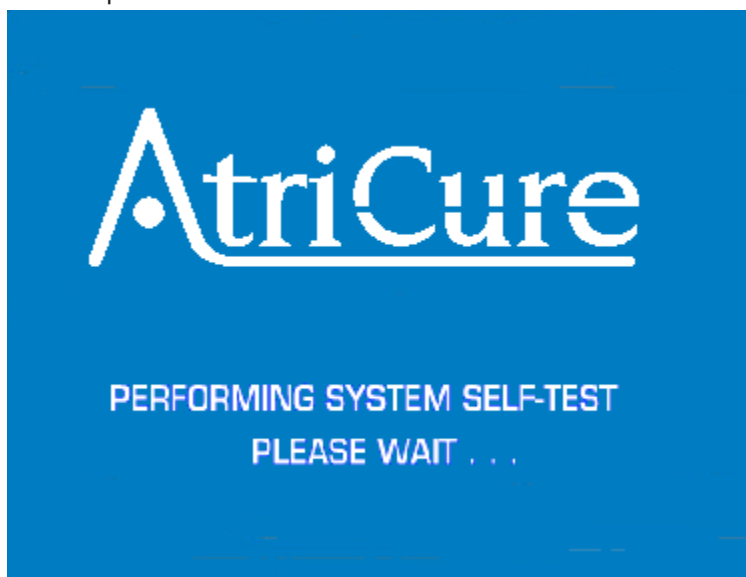

Figura 5: pantalla que indica la comprobación automática
2. Encienda el equipo con el interruptor de encendido/apagado que se encuentra en el módulo de entrada de energía del panel posterior. Cuando se enciende la unidad, el sistema realiza las comprobaciones automáticas del sistema. Consulte la figura 5. Si todas las comprobaciones automáticas son positivas, el sistema pasa al modo de ESPERA. Si falla alguna comprobación automática, el sistema pasa al modo de FALLO. La comprobación automática emite dos pitidos rápidos durante el inicio. El operador debe verificar que se emitan los pitidos.